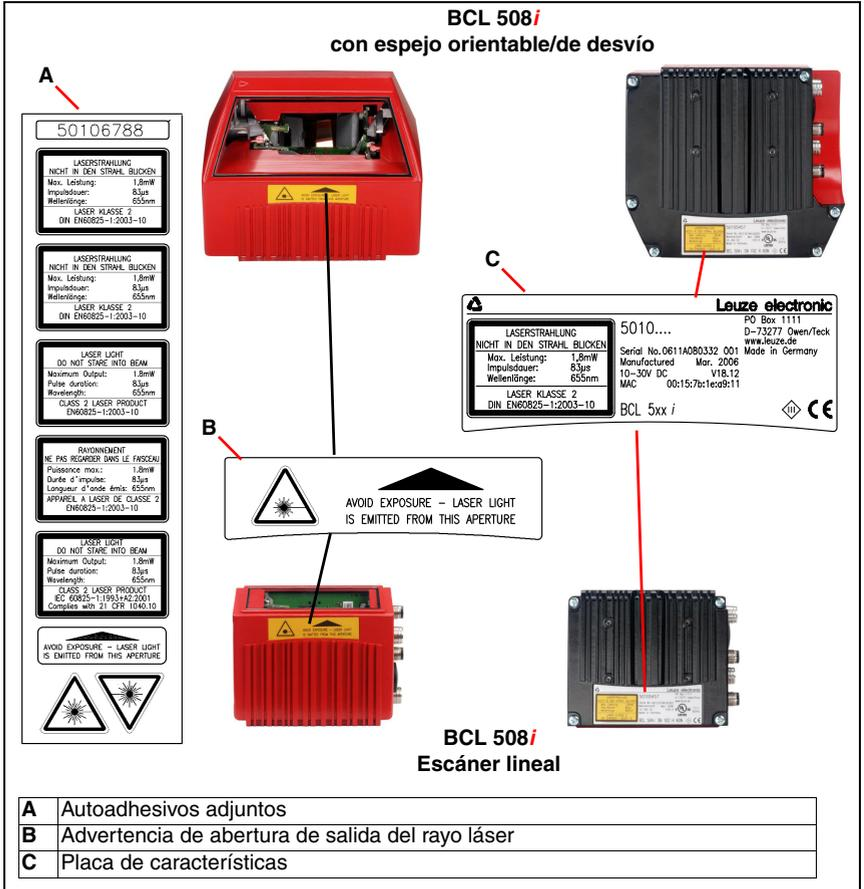

Figura 2.1: Colocación de los adhesivos con indicaciones de aviso en el BCL 508i
*¡Adhiera los autoadhesivos suministrados con el equipo (A en figura 2.1) de todas formas al equipo! En caso de que las señales sean tapadas debido a la posición del BCL 508i, entonces ponga las placas cerca al BCL 508i, de tal forma que al leer las indicaciones no se pueda ver la trayectoria del láser.*